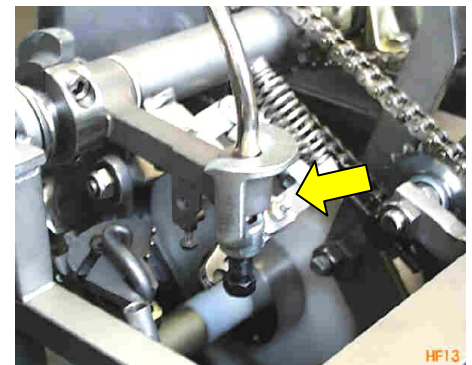

Abb. HF13
5. Setzen Sie den Ausdrücker - wie in Abb. HF13 gezeigt - am Nadelhalter an und drücken Sie die Hohnadel aus dem Nadelhalter aus.